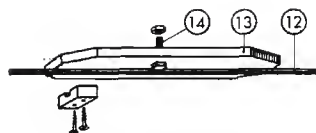

Fig. 145. Così si fissa l'asse anteriore
Sistema di guida: L'asse anteriore (12) è avvitato sull'asse (13) (lista 2×10 cm) (fig. 145) e questo è fissato sul porta-assale (5) mediante un bullone passante che ne permette il movimento. Dalla larghezza del telaio, dal diametro delle ruote e dalla distanza del sedile da questo bullone dipende l'angolo entro il quale l'assale può muoversi e con ciò il cosiddetto « diametro di sterzata ». Il comando avviene come al solito con lo sterzo (21) fissato sulla colonna (22) (tubo di ferro ϕ 15-20 mm). La colonna gira liberamente entro i fori di due ferri piatti (3×30 mm) avvitati rispettivamente sulle traversine (6) e (7), in senso orizzontale e verticale (v. figura). Due coppie passanti attraverso il tubo ne limitano a pochi millimetri il movimento longitudinale. Un altro foro trasversale nel tubo è attraversato dal cavetto (25) (2-3 mm) che, passando sopra quattro carrucole (24) arriva fino all'assale (13), dove i suoi due capi sono solidamente avvitati. Cavetto, carrucole, ed un tenditore da inserirsi nel cavetto per registrarne la lunghezza con esattezza, si trovano in tutti i negozi di ferramenta.